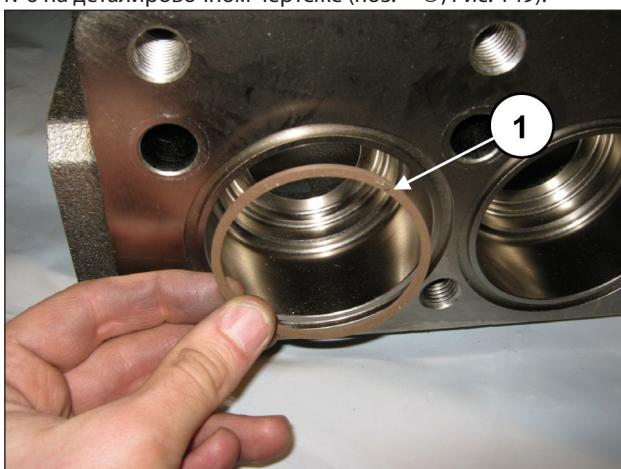

Рис. 149
На всасывании вставьте антиэкструзионное кольцо, поз. №6 на деталировочном чертеже (поз. ①, Рис. 149).